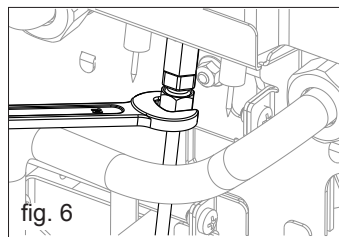

fig. 6
- Afloje el tubo llama piloto (fig. 6)